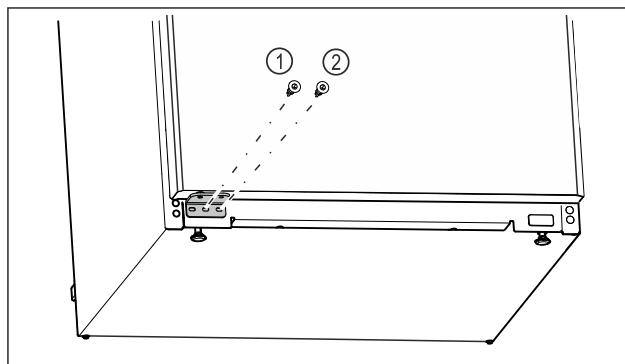

Fig. 21
- Înșurubați ferm șurubul din mijloc al suportului de lagăr Fig. 21 (1) cu șurubelnita Torx 20.
► Înșurubați ferm șurubul din interior al suportului de lagăr Fig. 21 (2) cu șurubelnita Torx 20.